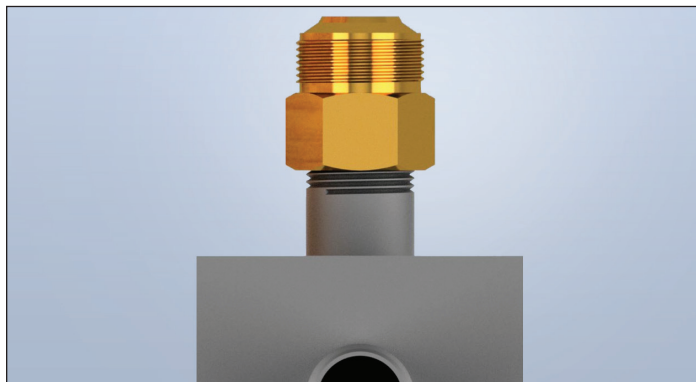

Figure 1-5
6. Appliquez de la pâte d'étanchéité ou de l'enduit à tuyau sur le filetage NPT du raccord sortant à 90 degrés, s'il y a lieu. Serrez le filetage NPT du corps du raccord du **TracPipe System** sur le filetage NPT correspondant du raccord sortant à 90 degrés. N'utilisez des produits d'étanchéité que sur la connexion NPT (figure 1-5)!